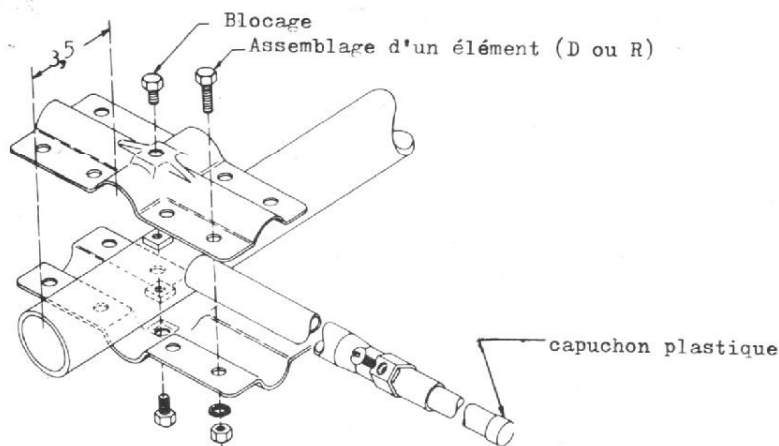
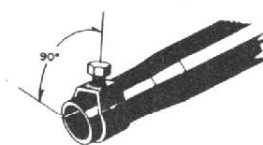

Fig. 3. - Montage d'un élément.
Fig. 4. - Détail d'un raccord par collier.
mité de la partie du boom percée de 3 trous de fixation. Le bord de la pièce se trouve à 3,5 cm de l'extrémité du boom qui sera coiffée d'un capuchon de plastique. De part et d'autre, et enfoncés dans le logement qui leur est réservé, nous fixons alors deux tubes de 22 mm et 1,83 m, ainsi que le montre la figure 3, après avoir pris la précaution d'introduire, dans leur logement, la vis de blocage et l'écrou carré correspondant, sans la bloquer, toutefois. On choisira alors, dans le matériel, les deux trappes référencées 10 R et on les introduira de part et d'autre en les fixant en place au moyen de colliers prévus à cet effet, en s'inspirant pour leur serrage de la figure 4 qui s'applique toutes les fois que l'on a à raccorder fermement deux tubes coulisants. C'est à ce moment là que le choix devra être effectué quant au mode de fonctionnement : téléphonie ou télégraphie (CW). En effet, par convention, le trafic en télégraphie s'effectue, en principe, dans la plage des fréquences les plus basses de chaque bande (14 à 14,1 MHz - 21 à 21,1 MHz - 28 à 28,1 MHz). C'est en tout cas là qu'il faut chercher le DX rare en CW. A